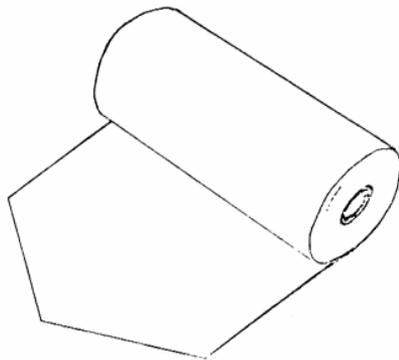
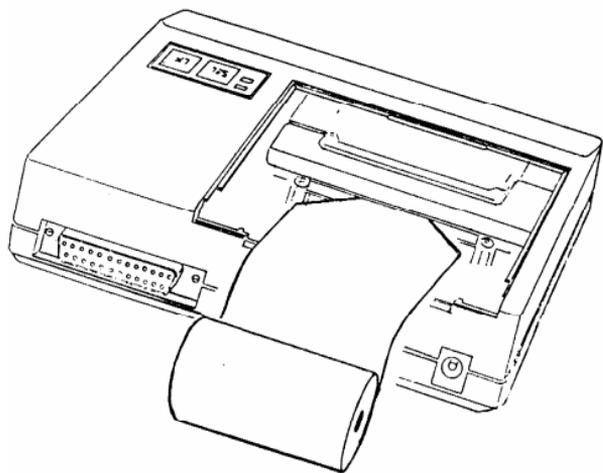

图 2-10 纸端式样
图 2-11 纸端在下
2、先将纸端剪成如图 2-10 的式样。如果是机壳内供纸,如图 2-11,先将纸卷放在机壳外,纸端在下,对准机头入口处。图 2-12 纸端在上是不合理的。如果从机壳外供纸,先将纸穿过机壳后面的窄条孔,如图 2-13 所示,再对准机头的打印纸入口。